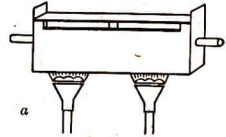

Abb. 22. Glühföfchen zur Reduktion von Kohlendioxyd zu Kohlenoxyd (a Ansicht, b Längsschnitt)
1. In einem Glühföfchen, das aus Eisenblech zurechtgebogen und mit Asbest ausgefüllt ist, liegt ein enges Quarz- oder Porzellanrohr. Es ist mit feinkörniger Holzkohle beschickt (Abb. 22). Über die hellglühende Kohle wird Kohlendioxyd geleitet. Das entweichende Gas läßt sich entzünden und brennt mit blauer Flamme.